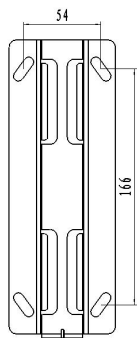

Fig.1
3. Utilisez le support de montage comme modèle pour marquer la position des vis et percez quatre trous dans le mur. Fig.1